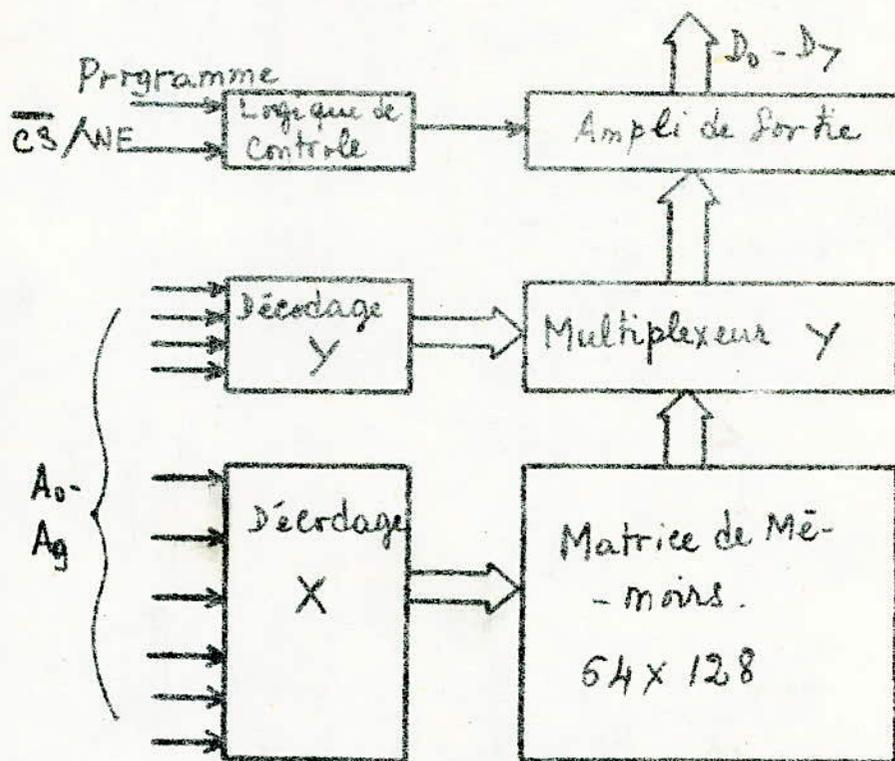

FIG 8
b) - SCHEMA FONCTIONNEL ET BROCHAGE : (fig 8)